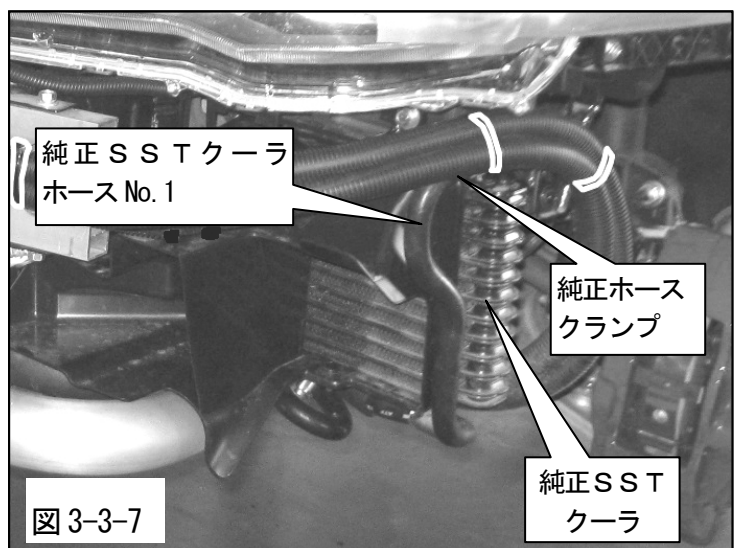

図 3-3-7
(16) SST フィラープラグを取外し、SSTフルードを 7ℓ 注入してください。(図 3-3-7)